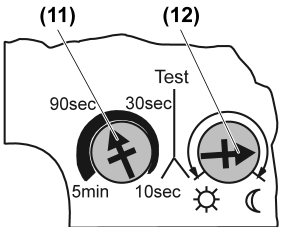

Figure 5: Régler la durée de commutation et le seuil de luminosité
Sur la face arrière de la partie supérieure du boîtier, le détecteur de mouvement est équipé d'un sélecteur pour la durée de commutation (11) et le seuil de luminosité (12) (figure 5).
- Régler la durée de commutation souhaitée à l'aide du sélecteur (11).
- Régler le seuil de luminosité souhaité à l'aide du sélecteur (12) ; le symbole ☀ représentant le mode jour, c'est-à-dire une commutation indépendante de la luminosité et le symbole ☾ représentant la luminosité minimale.
- Si l'appareil doit commuter au début du crépuscule, régler le sélecteur (12) comme indiqué dans (figure 5).